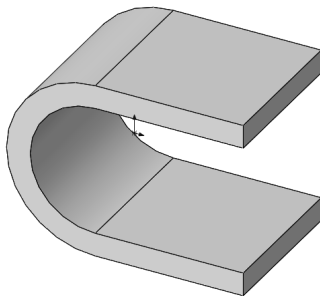

图 5-43 生成拉伸凸台/基体
- [6] 单击【确定】按钮，生成拉伸凸台/基体，如图 5-43 所示。